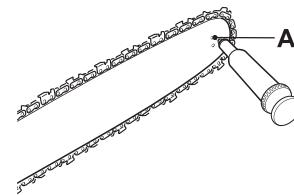

Fig. 46
1. Nettoyez le pignon de renvoi (15).
2. Utilisez un pistolet de graissage jetable; insérez la pointe dans le trou de graissage (Fig.46,A) et injectez l'huile jusqu'à ce qu'elle déborde du trou du pignon (15)(Fig. 46).
3. Assurez-vous que le frein de chaîne (11) est désengagé. Faites tourner la chaîne (14) manuellement. Répétez l'opération jusqu'à ce que toutes les dents du pignon (15) soient graissées.